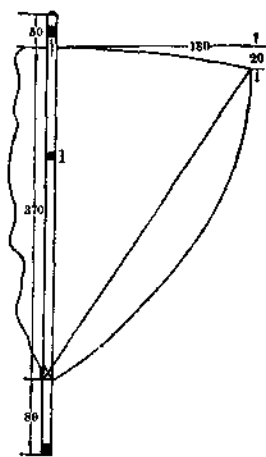

图 8
1. 重心位置：挂上橡筋后的模型飞机，重心位置应在图 8 中所示⊕的位置上。